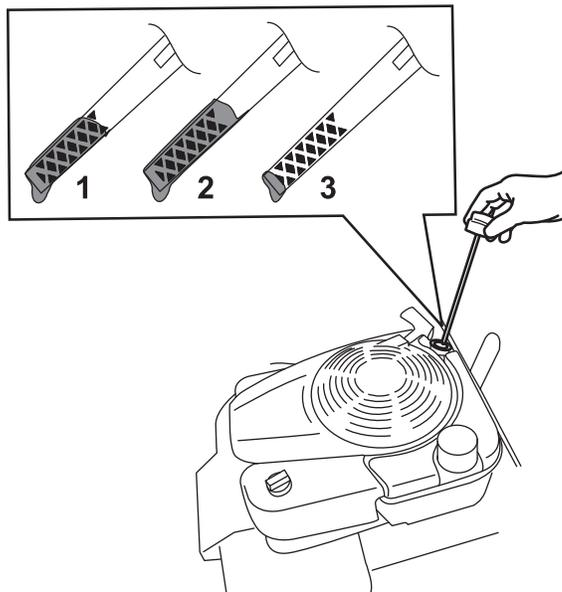

Figure 14
2. Tournez le bouchon dans le sens antihoraire et sortez la jauge (Figure 14).
5. Relevez le niveau d'huile indiqué sur la jauge (Figure 14).
- Si le niveau d'huile est trop bas, (Figure 14), versez avec précaution une petite quantité d'huile détergente SAE 30 ou SAE 10W-30 dans le tube de remplissage, attendez 3 minutes puis répétez les opérations 3 à 5 jusqu'à ce que le niveau d'huile correct soit atteint. Pour connaître le type d'huile, voir Vidange de l'huile moteur (page 20).
- Si le niveau d'huile est trop élevé (Figure 14), vidangez l'excédent d'huile jusqu'à obtention du niveau d'huile correct sur la jauge ; voir Vidange de l'huile moteur (page 20).